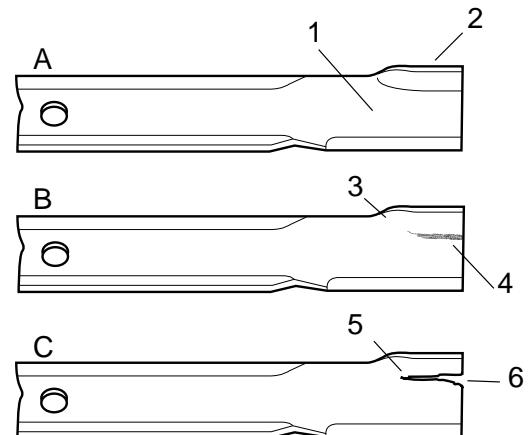

Bild 13
2. Die Schnittkanten der Messerbalken gründlich untersuchen, besonders dort, wo die flachen und gebogenen Bereiche der Messer aufeinandertreffen (Bild 13 A). Da Sand und andere Reibmittel das Metall abnutzen können, das die flachen und gebogenen Bereich miteinander verbindet, sind die Messerbalken vor Inbetriebnahme des Mähers zu kontrollieren. Sollte Abnutzung feststellbar sein (Bild 13 B), den betroffenen Messerbalken austauschen.
Wenn sich Messerbalken unkontrolliert abnutzen können, bilden sich Schlitze zwischen Windflügel und dem Flachbereich des Messerbalkens (Bild 13 C). Letztlich kann sich ein Stück vom Messerbalken trennen und aus der Haube ausgeworfen werden, was möglicherweise zu Verletzungen für Bediener oder Unbeteiligte führen kann.